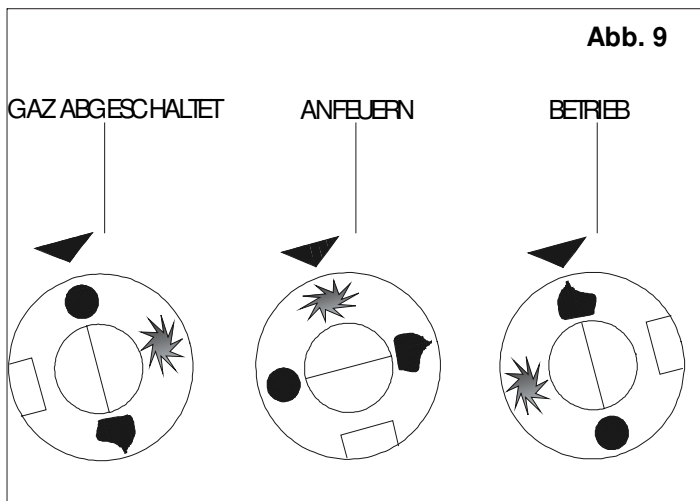

Abb. 9
GERÄTE MIT ELEKTRISCHEM GAS-VENTIL (ABB. 9)
- Den Drehknopf drücken (Abb. 9), auf Position "ANFEUERN" stellen und gedrückt lassen, bis sich die Leitflamme entzündet und nicht mehr ausgeht (zirka 20 Sekunden).
- Drehen Sie den Knopf (Abb. 9) auf "BETRIEB" stellen.
- Den Drehknopf (Abb. 9) wieder auf Position "ANFEUERN" stellen.
- Den Drehknopf (Abb.9) auf Position "GANZ ABGESCHALTET" stellen und den dem Gerät vorgeschalteten Gashahn schließen.